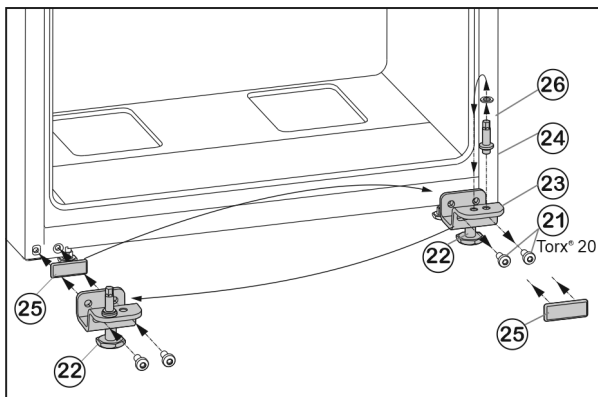

Fig. 9
- ▶ Odvijte pričvrzne vijke Fig. 9 (21).
- ▶ Skinite cijeli podložak ležaja dolje Fig. 9 (23) zajedno sa svornjakom ležaja Fig. 9 (24), pločicom Fig. 9 (26) i podesivom nožicom Fig. 9 (22).
- ▶ Potpuno odvijte svornjak ležaja Fig. 9 (24) zajedno s pločicom Fig. 9 (26), premjestite ga u suprotnu prihvatnu rupu podloška ležaja i ponovo zavijte.
- ▶ Pažljivo skinite poklopac Fig. 9 (25) i premjestite ga na drugu stranu.
- ▶ Cijeli podložak ležaja dolje Fig. 9 (23) zajedno sa svornjakom ležaja Fig. 9 (24), pločicom Fig. 9 (26) i podesivom nožicom Fig. 9 (22) ponovno pričvrstite na novoj strani šarke, po potrebi uz pomoć odvijača na baterije (s 4 Nm).
- ▶ Stavite vrata odozgo na svornjak ležaja Fig. 9 (24).
- ▶ Odvijte podesivu nožicu Fig. 9 (22) napodlošku ležaja dolje Fig. 9 (23) tako da se podupre o pod.